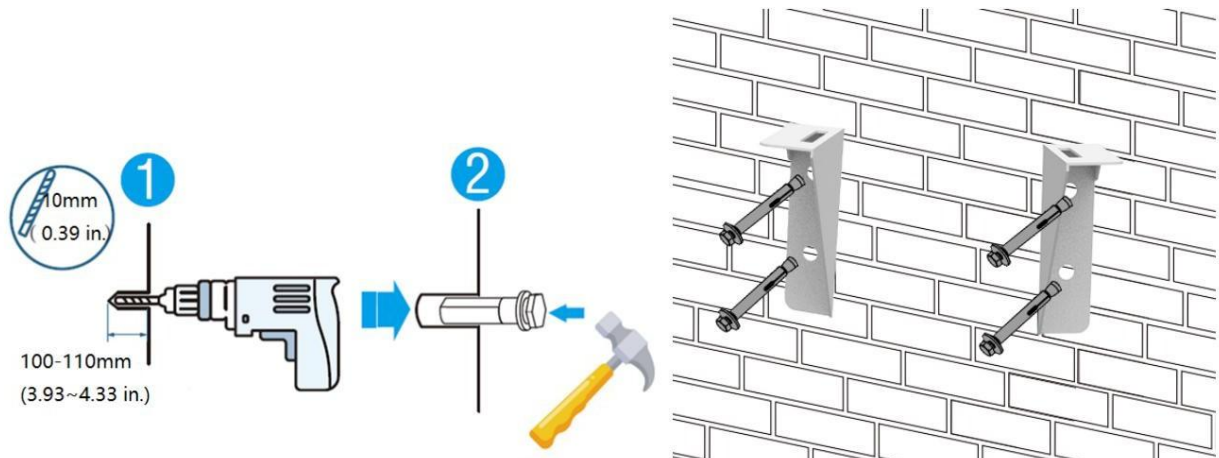

Figura 4-3
b) Elija el cabezal de taladro recomendado (como se muestra en la Figura 4-3) para perforar 4 agujeros en la pared, de 100 mm a 110 mm de profundidad.
c) Utilice un martillo para asegurar el soporte a la pared e instale el perno de expansión en el orificio, como se muestra en la Figura 4-3.